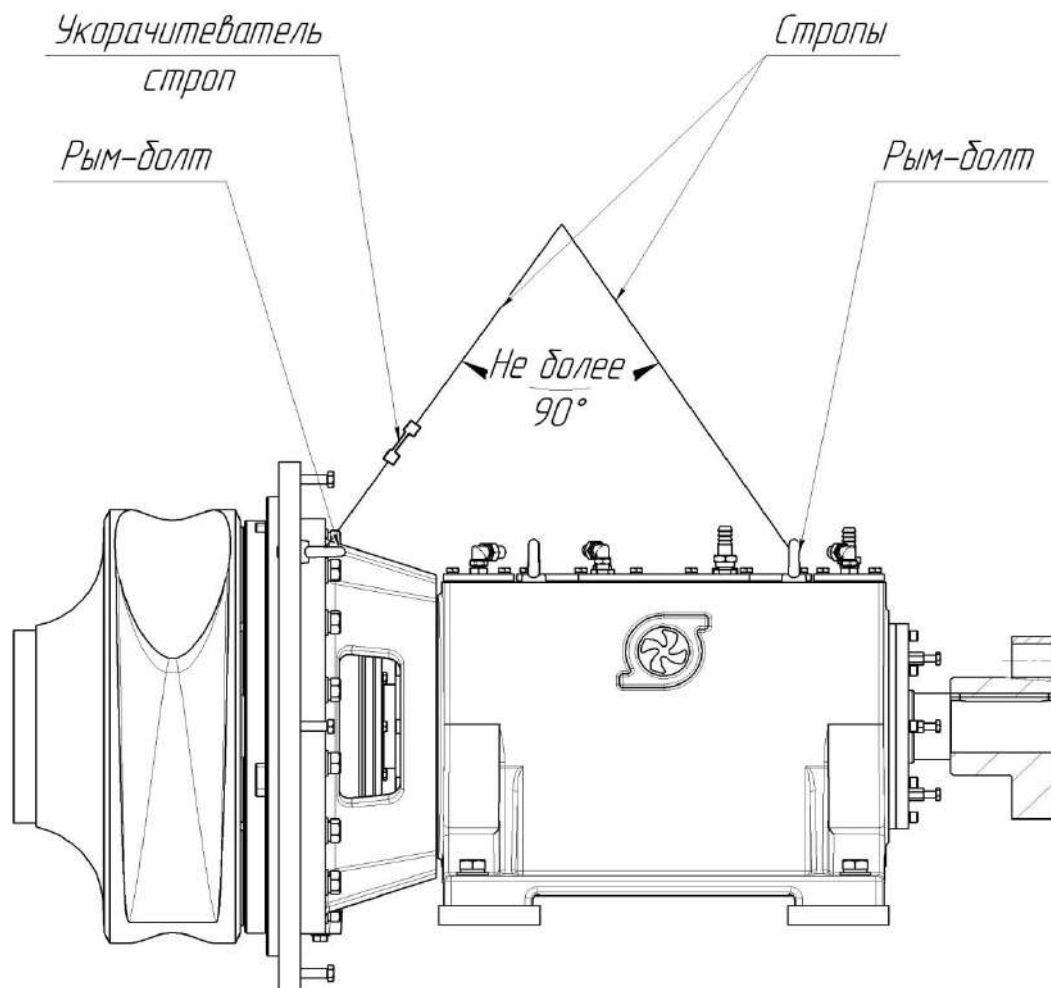

Рис. 7 Схема строповки насоса без корпуса спирального
5. Демонтировать насос с рамы. Схема строповки насоса без корпуса спирального приведена на рис. 7.